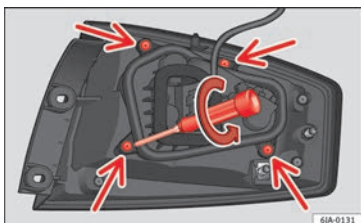

Fig. 99 Vis de fixation au dos de l'unité des feux arrière.
- Dévissez les quatre vis de fixation du support d'ampoule dans le sens contraire des aiguilles d'une montre avec le tournevis fourni ou une clé Torx 20 (T20) » **fig. 99**. Veillez à ne pas perdre les vis de fixation du support d'ampoule.